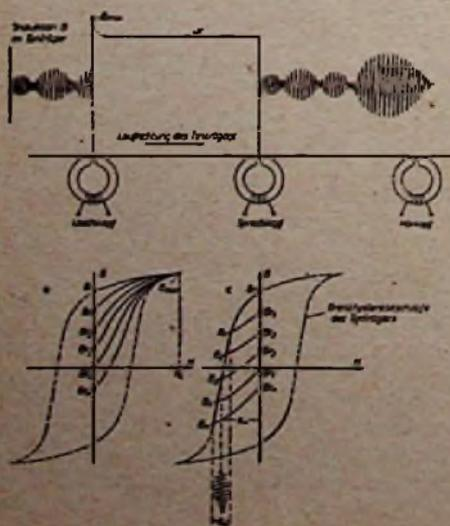

Abb. 1a, 1b und 1c. Grundsätzliche Darstellung der Magnetisierungsvorgänge beim Löschen und Aufsprechen mit Gleichstrom
- die Abtastung derselben (s. Bild 1a).